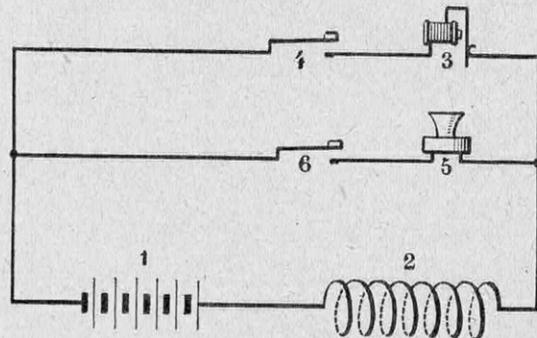
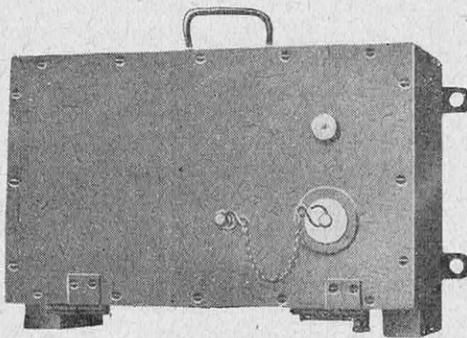

FIG. 3. — SCHEMA DE L'ÉMETTEUR
FIG. 4. — ENSEMBLE DE L'ÉMETTEUR PLACÉ DANS LA CAGE DE DESCENTE DU PERSONNEL.
L'émetteur est d'une grande simplicité (voir fig. 4). C'est une caissette en bois munie d'une poignée, donc portable. Elle contient (fig. 3) une batterie de piles sèches (1) et une bobine ou cadre (2) de quelques dizaines de spires isolées réunies en séries avec la batterie. Le courant peut être fermé, soit à travers un vibreur (3) et une clé (4), soit par la ligne du microphone (5) et le bouton (6).
L'ensemble fonctionne de la façon suivante : les ouvriers se trouvant dans la cage ont devant eux l'appareil émetteur, dont la vue extérieure est donnée par la figure 4. Supposons que, pendant le transfert du personnel et pour une cause quelconque, on veuille donner un signal au machiniste ; il suffit, pour cela, que l'ouvrier le plus proche de la boîte lève son bras et appuie sur le bouton se trouvant sous la boîte. Le courant, haché par le vibreur, parcourt la bobine et induit le courant dans la grande spire. Ce courant est amplifié par l'amplificateur. Le haut-parleur réuni à ce dernier reproduit le signal, que le machiniste entend comme un